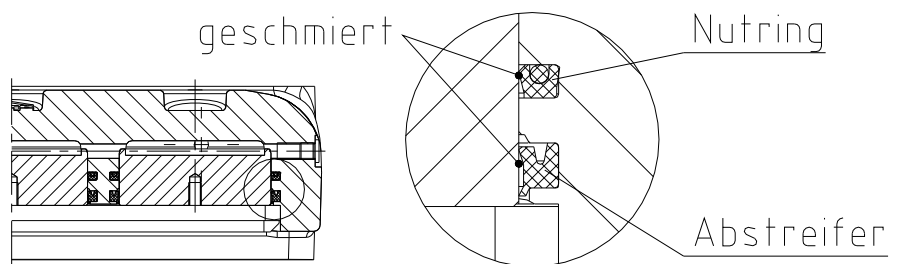

Bild 14
Die Nutringe und Abstreifer müssen in korrekter Richtung eingebaut werden (siehe Bild 14).
- Schmieren Sie die Nutringe und Abstreifer mit Molykote MoS₂ ein (siehe Bild 14).